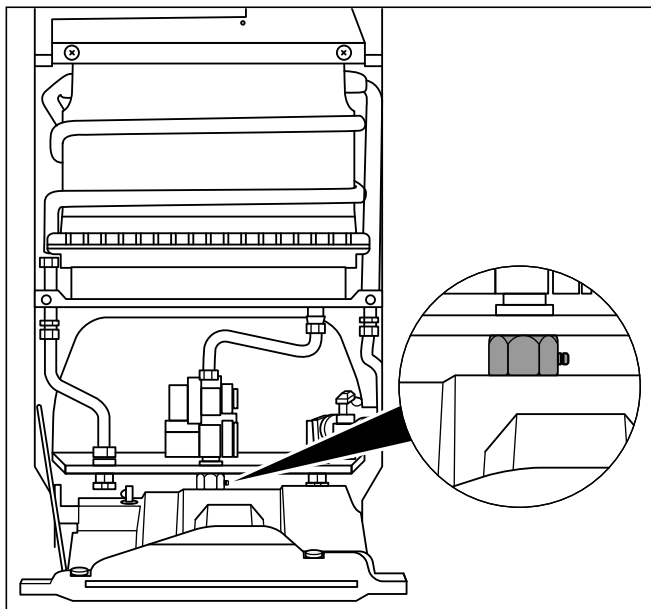

Fig. 6.1 Tobera de medición de la presión de conexión del gas tipo 11-4/0 y 14-4/0
- Suelte el tornillo de obturación de la tobera de medición para la presión de conexión (véase fig. 6.1 Tobera de medición para la presión de conexión del gas).